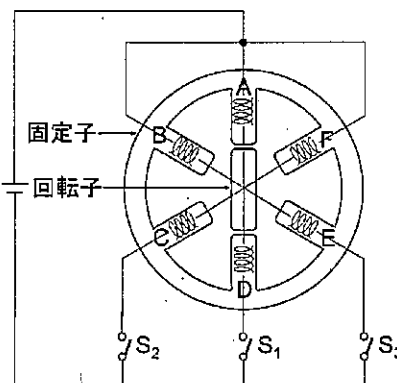

図2
- (1) 図2に示すステッピングモータの動作原理について述べた以下の文章のI~Vを埋めよ。
回転子と固定子が図2の状態となるためには、スイッチIを入れる必要がある。続いて、スイッチIを切りIIに入れると、固定子のIIIとIVの極が励磁され、回転子は右に60°回転する。この回転量のことをVという。
- (2) 図2にて、磁極数を6極(3対)から40極(20対)とした。このとき、モータを1,000 rpmで回転させるための入力パルスの周波数 f [Hz] を導出せよ。